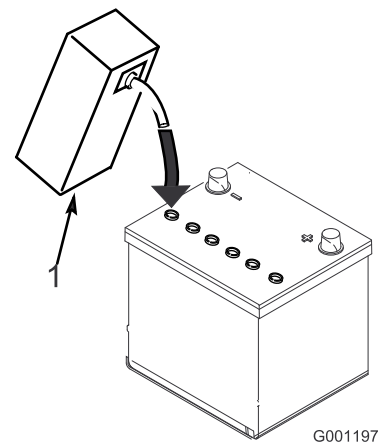

図 6
3. 各セルに慎重に電解液を満たす。電極板が6mm程度水没するぐらいが適当（図 6）。
4. 電極板が液を吸収するまで20～30分間程度待つ。必要に応じて、電極板が6mm程度水没するぐらいに電解液を補充する（図 6）。